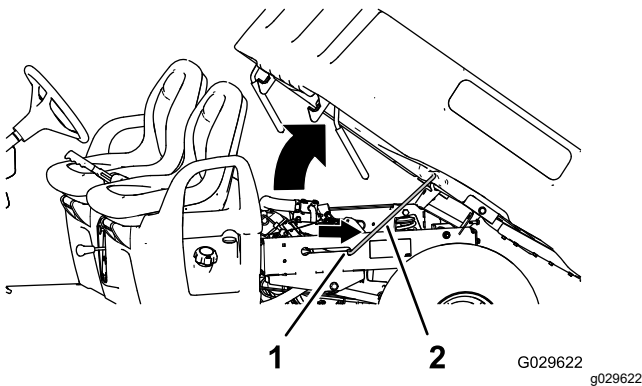

Bild 14
2. Ziehen Sie die Stützstange in die Auskerbung, um die Staubox zu befestigen (Bild 14).
2. Schieben Sie die Stützstange aus der Auskerbung heraus (Bild 14).
3. Senken Sie die Staubox ab, bis sie fest verriegelt ist (Bild 14).